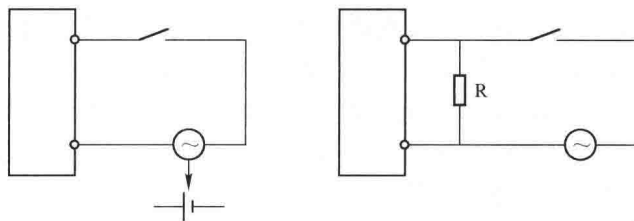

图 1-6 抑制输入感应电动势干扰的措施
1) 抗干扰能力强,可靠性高 PLC 的生产厂家在硬件方面和软件方面上采取了一系列的抗干扰措施,采用的抑制输入感应电动势干扰的措施如图 1-6 所示,提高了产品的可靠